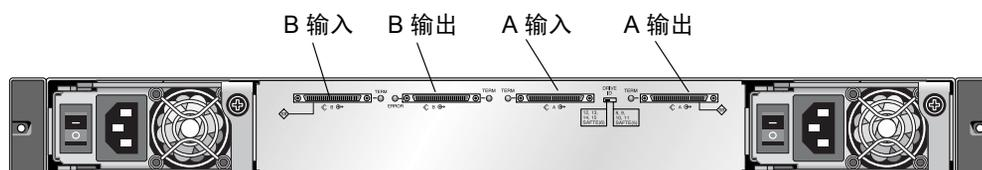

图 4-7 Sun StorEdge 3120 SCSI 阵列端口名称
1. 若要将 JBOD 部件配置为单总线配置，请使用 SCSI 跳接电缆将标记有 SB 图标的 SCSI 端口、B 输入和 A 输出端口如图 4-7 所示进行连接。用 6 次完整的顺时针旋转来上紧电缆插座螺钉，确保连接和操作正确。